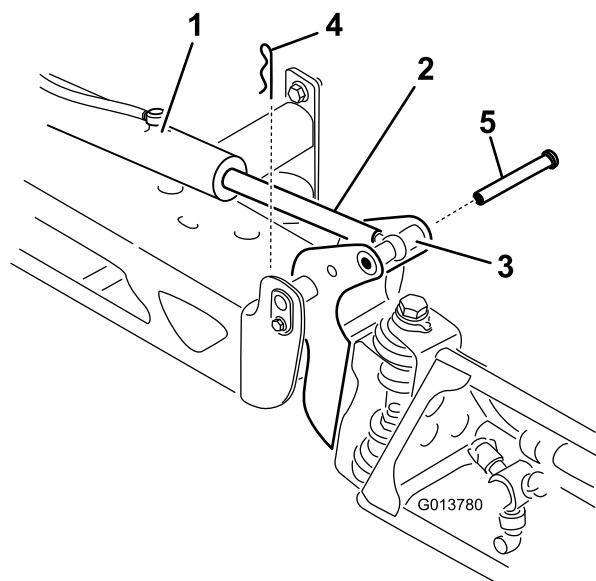

図 92
2. ピボットピンからコッターピンを抜き取る 図 92。
3. ブームを持ち上げてピン 図 92 を外し、ブームをゆっくりと床面に降ろす。
9. ブームを支えながら、ブームのピボットとアクチュエータロッドにピンを通す (図 92)。